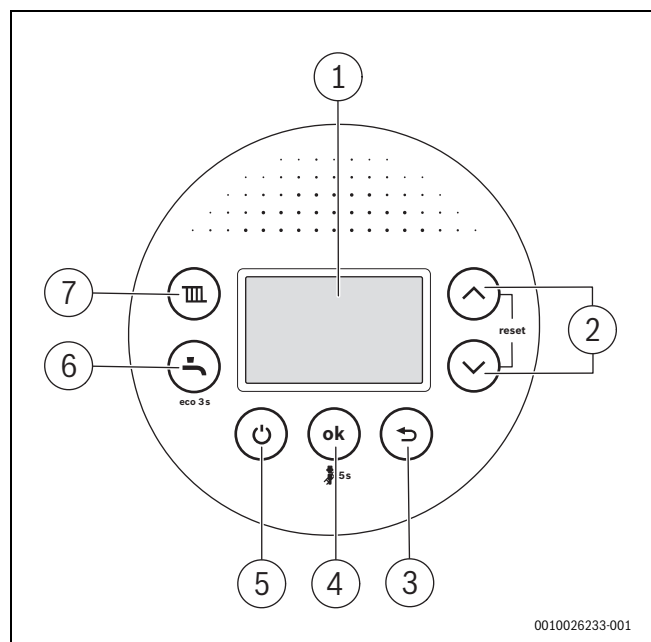

Bild 47 Anzeigen und Bedienelemente des Steuergeräts UI 300
- Warmwasser-Einstellung über das Menü **WARMWASSER**; Aufruf des Menüs mit Taste „Warmwasser“ (→ Bild 47, [6])
- Heizungs-Einstellung über das Menü **HEIZUNG**; Aufruf des Menüs mit Taste „Heizung“ (→ Bild 47, [7])
- Manueller Betrieb z. B. für Abgastest; Taste „ok“ länger als 3 Sekunden drücken (→ Bild 47, [4])
- Statusanzeige und Störungsdiagnose in einem LC-Display (→ Bild 47, [1])
- Notbetrieb; Taste „ok“ länger als 8 Sekunden drücken (→ Bild 47, [4])